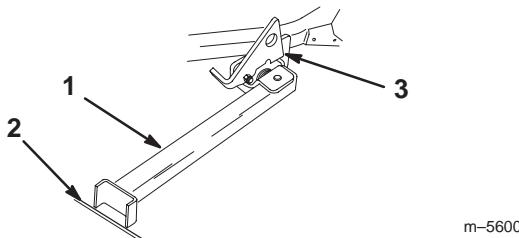

Figure 27
4. Posez le pied du support sur le sol et appuyez le verrou sur la languette de pivot (Fig. 27).
Remarque : Pour de meilleurs résultats, placez le pied du support dans des anfractuosités du trottoir ou du gazon (Fig. 27).
6. Montez la machine sur le support. Arrêtez-vous quand le verrou retombe sur la languette en position verrouillée (Fig. 27). Lorsque la machine est sur le support, serrez le frein de stationnement et arrêtez le moteur.